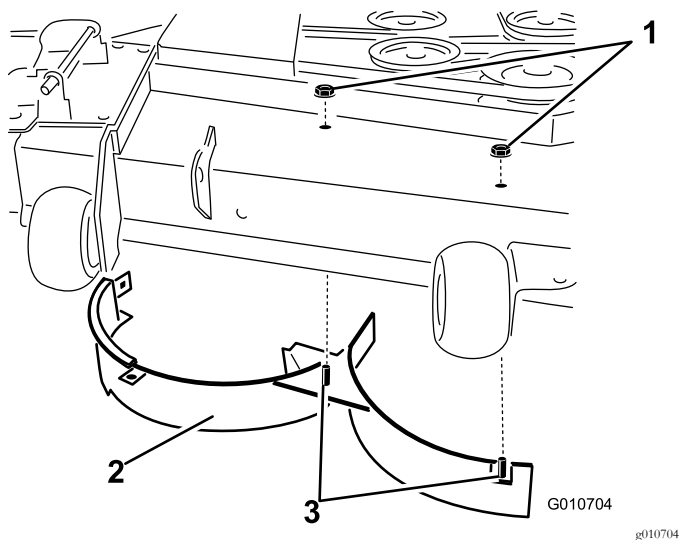

Figura 34
11. Remova as 2 porcas de bloqueio (5/16 pol.) presas aos postes soldados do abafador direito, na parte superior da plataforma do cortador, nas posições central e direita (Figura 34).
12. Remova o parafuso de carroçaria e a porca de bloqueio que prendem o abafador direito na parte superior da plataforma do cortador e retire o abafador direito da plataforma do cortador (Figura 34).